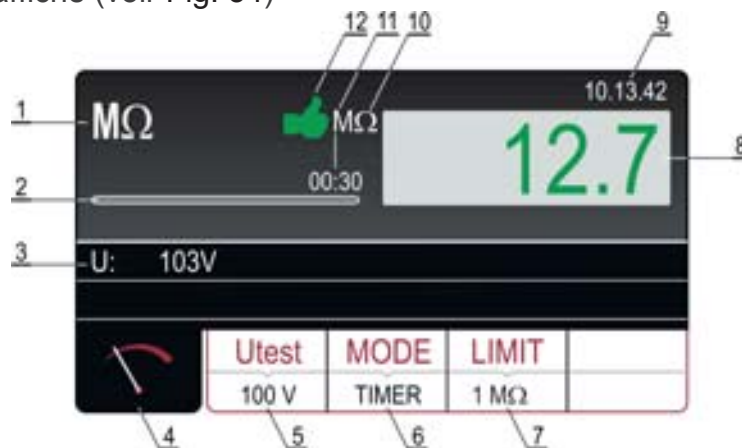

Fig. 34: Page-écran des résultats des essais MΩ
7. Effectuer la mesure en appuyant sur la touche **START/STOP**. Le résultat de la mesure est affiché (voir Fig. 34)